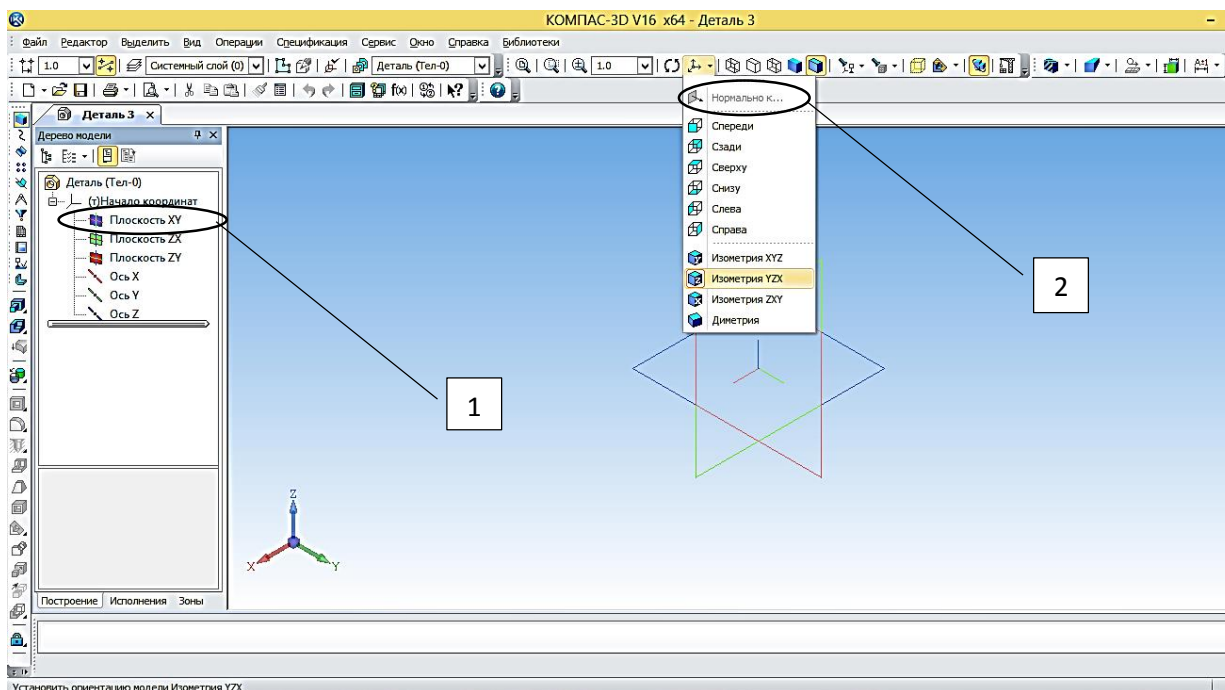

Рисунок 17 – Выбор положения Плоскость XY
3. Ориентация **Нормально к ...** (рисунок 17);